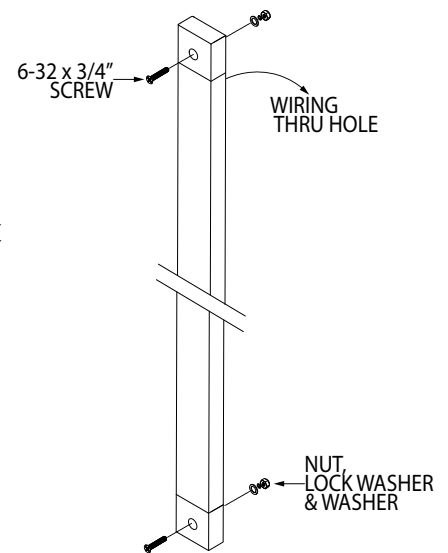

Figure 5.1 Commutateur de bande Installation
**Note:** Conformément au système d'appel d'urgence "R-2.3.8 (8)" des Lignes directrices de conception pour l'accessibilité de Toronto: "Les toilettes universelles doivent être équipées d'un système d'appel d'urgence qui: (g) comporte des parties ou des commandes utilisables consistant en une bande de poussée d'urgence verticale s'étendant entre 200 mm et 1050 mm A. F. F. et située à moins de 500 mm de la toilette".
7. Fixez l'interrupteur à ruban avec les deux vis de 6 à 32 x 3/4 po, la rondelle, la rondelle de blocage et l'écrou de l'autre côté. (Voir la figure 5.1)